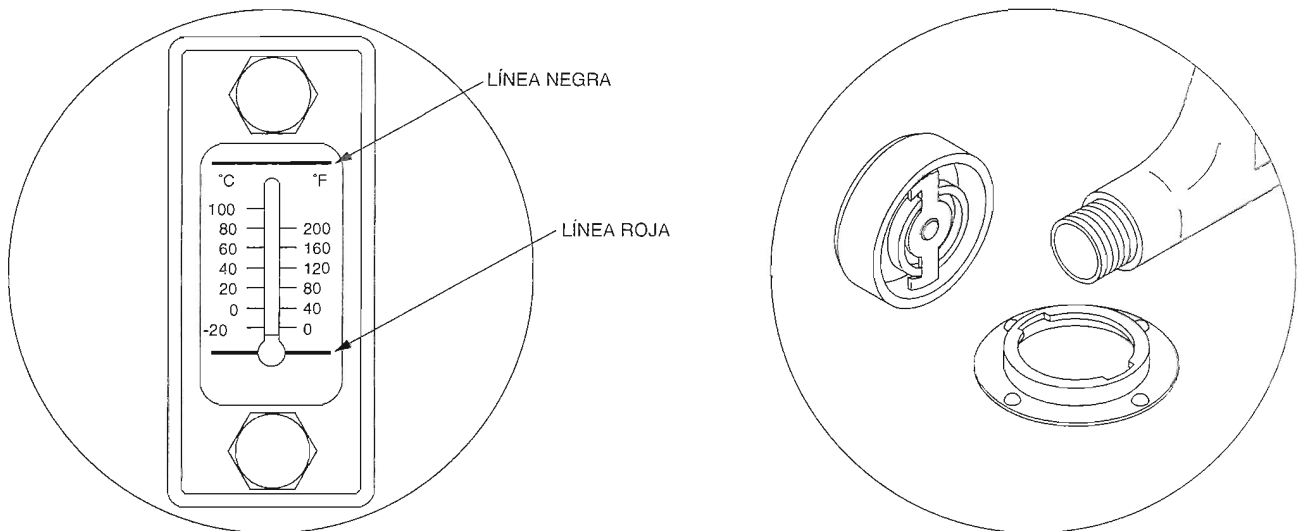

Figura 1-16. El aceite debe cubrir, pero no rebasar la línea negra.
- Verifique el nivel de aceite en el depósito, como es mostrado por el indicador de nivel de temperatura/aceite en la fuente de alimentación hidráulica. La línea roja indica el nivel bajo de aceite y la línea negra indica el nivel máximo de aceite. Con la fuente de alimentación hidráulica desactivada, el aceite debe cubrir pero no rebasar, la línea negra del indicador, como se muestra en la Figura 1-16.